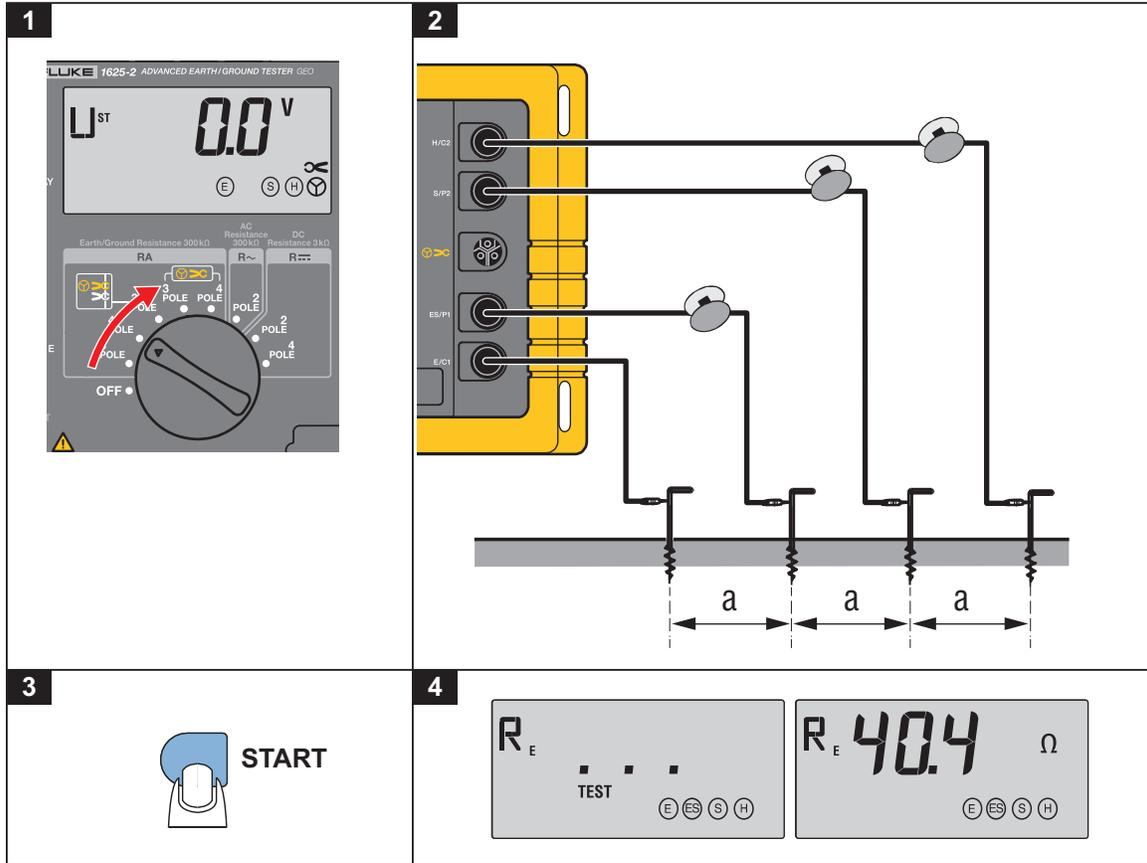

图 11. 土壤电阻率测量
土壤电阻率是计算和设计接地系统的地质和物理量。图 11 所示的测量步骤使用 Wenner 开发的方法（F. Wenner, 《A method of measuring earth resistivity》；Bull. 美国国家标准局，公报 12 (4)，文件 258，S 478-496；1915/16）。